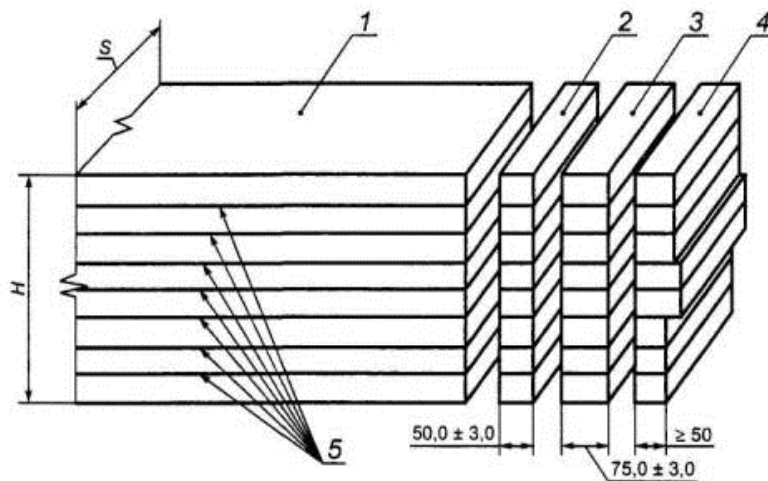

Рис. 1 Принципиальная схема выпиливания образцов для испытаний
Образцы для испытаний вырезают из торцевых частей готовых клееных элементов не ранее чем через 24 ч после их распрессовки по схеме, представленной на рис. 1. Линии реза образцов размечают с помощью угольника по ГОСТ 3749.
3.3 Из заготовки, предназначенной для выпиливания образцов для предварительных испытаний на послойное скалывание (рис. 1, поз. 2), выпиливают образцы, которые испытывают по ГОСТ25884.
3.4 Образцы, подлежащие испытанию на стойкость к расслаиванию (рис. 1, поз.3), взвешивают, определяя их массу с погрешностью не более 5 г, после этого подсчитывают общую длину клеевых швов на обеих торцевых поверхностях каждого образца.